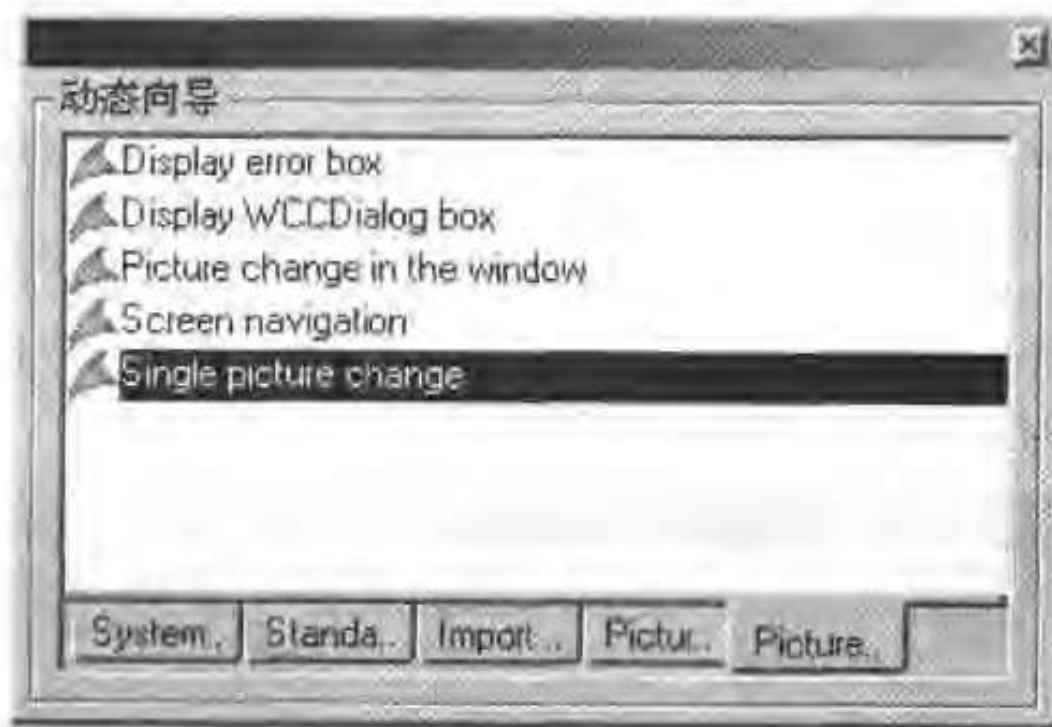

图 6-12 “动态向导”工具栏
- 移动鼠标到“动态向导”工具栏上, 选择 Picture 选项卡, 如图 6-12 所示。